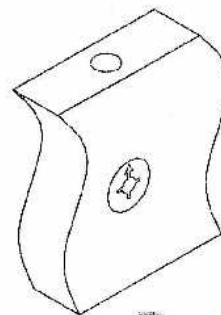

Рис. 1
Взять стенку заднюю выдвижного ящика Ф1 и забить в соответствующие отверстия шканты (1). Соединить боковины ящика Ф4 и Ф5 с задней стенкой Ф1. Фиксацию производить при помощи евроинтов (14). Далее положить каркас ящика на заднюю стенку Ф1 и забить шканты (1) в соответствующие торцевые отверстия на боковинах ящика, Ф4 и Ф5 и вставить стяжки растек (12) (см.рис.1). После этого вставить дно ящика Ф6 в пазы на каркасе ящика, таким образом, чтобы дно ящика Ф6 вошло в паз на стенке задней ящика Ф1. Далее закрутить в переднюю панель ящика Ф3 в